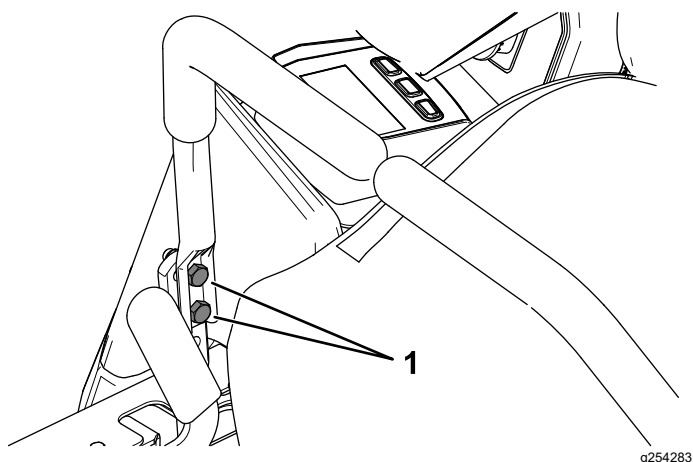

Figura 52
8. Si es necesario alinearlas, afloje los 2 pernos de montaje de la palanca de control de movimiento del lado que está mal alineado (Figura 52).
10. Apriete los 2 pernos de montaje de la palanca de control de movimiento (Figura 52).